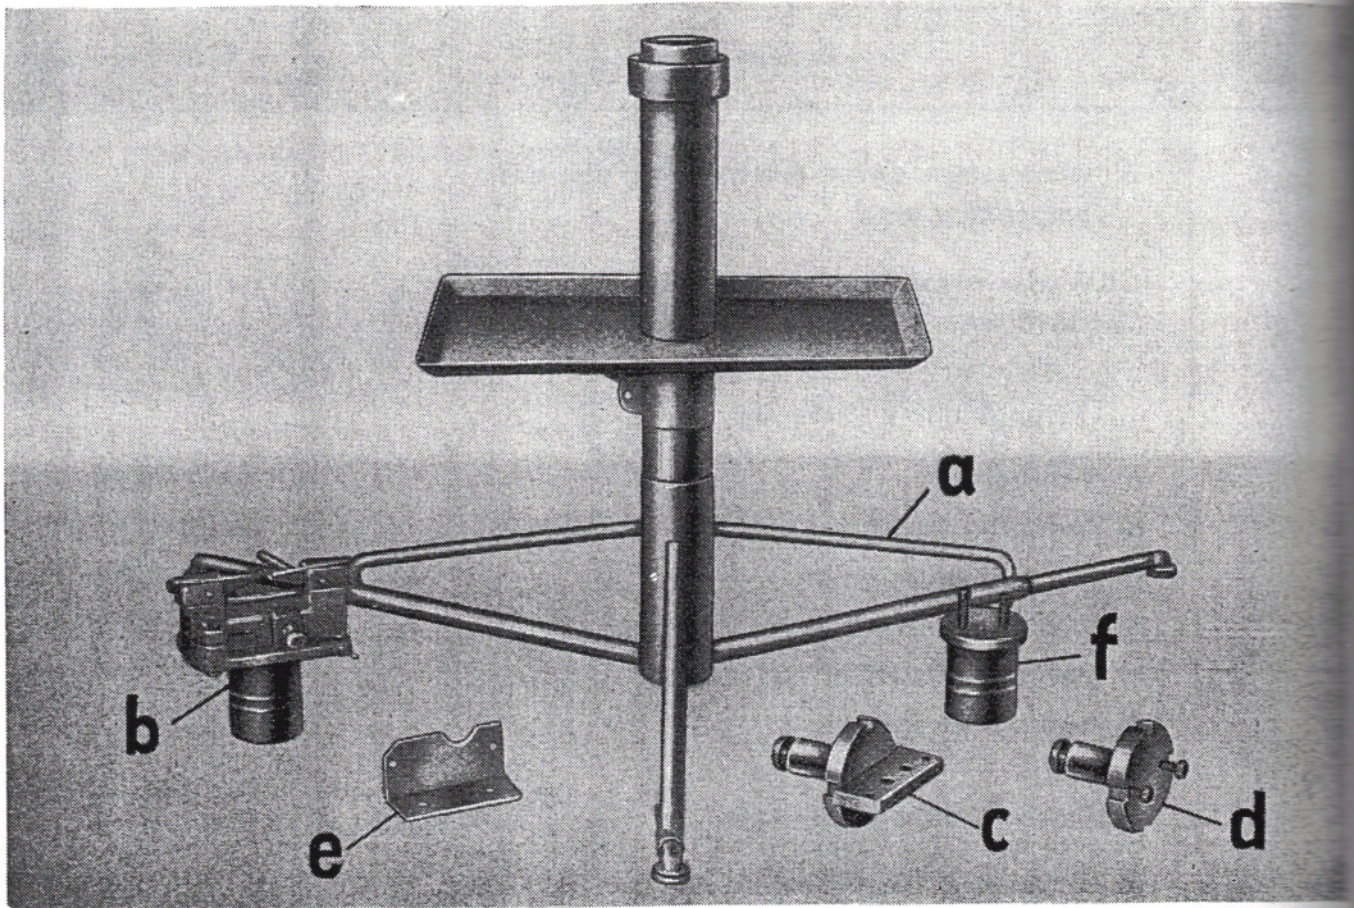

Abb. 10 DKW-Universal-Montagebock (Grundereinheit)
I. Grundeinheit (Siehe Abb. 10)